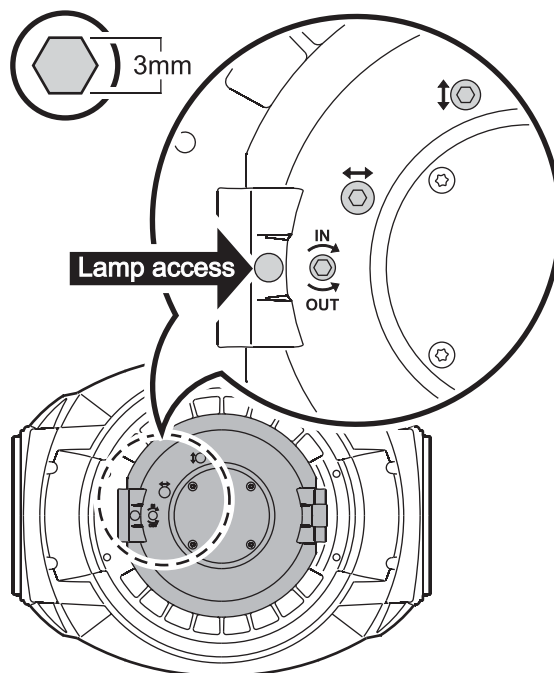

Figure 3: Vis de réglage de lampe
4. Voir Figure 3. Vissez ou dévissez les 3 vis Allen pour obtenir un faisceau uniforme.